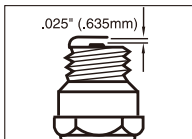

Рисунок 18
1. Зазор свечи зажигания составляет 0,635 мм (0,025 дюйма) (рис.18).